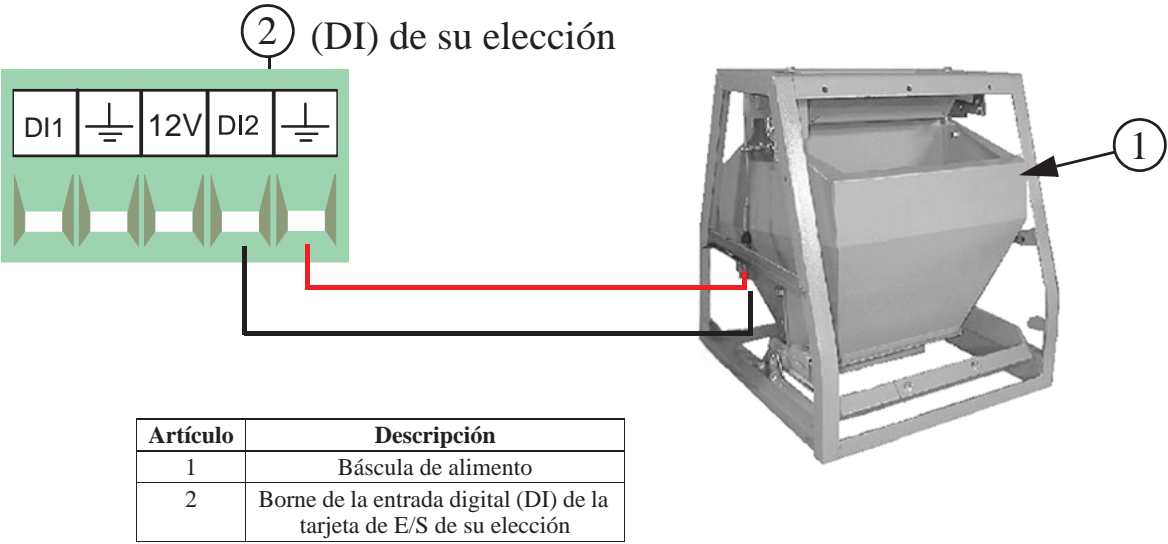

Figura 32. Cableado de la báscula de alimento
Si se utiliza una báscula de alimento o más, deben conectarse a una de las entradas digitales (DI) en la tarjeta de E/S utilizando el cable de par trenzado. Conectar el interruptor ubicado en el lateral de la báscula de alimento a la tarjeta de E/S utilizando los cables azul y marrón (**Figura 32**). Ver el manual